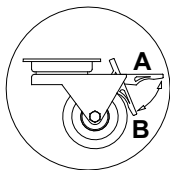

Abb.6 Fahrbarer Radsatz
- Die Anlage auf einer ebenen und ausföhrlich fester Grundlage stellen, dann mit den Beinen justieren. Bei fahrbaren Anlagen die Räder sperren, um der Verschiebung bei dem Betrieb vorzubeugen Abb.6 !